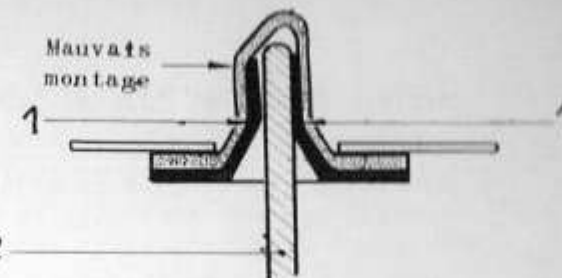

Fig. 19
S'il y a du jeu (Fig. 19), démonter la ou les gâches de centrage. Avec une pince, agir sur les ailes (1) des gâches pour assurer plus de serrage sur les guides de capot (2).